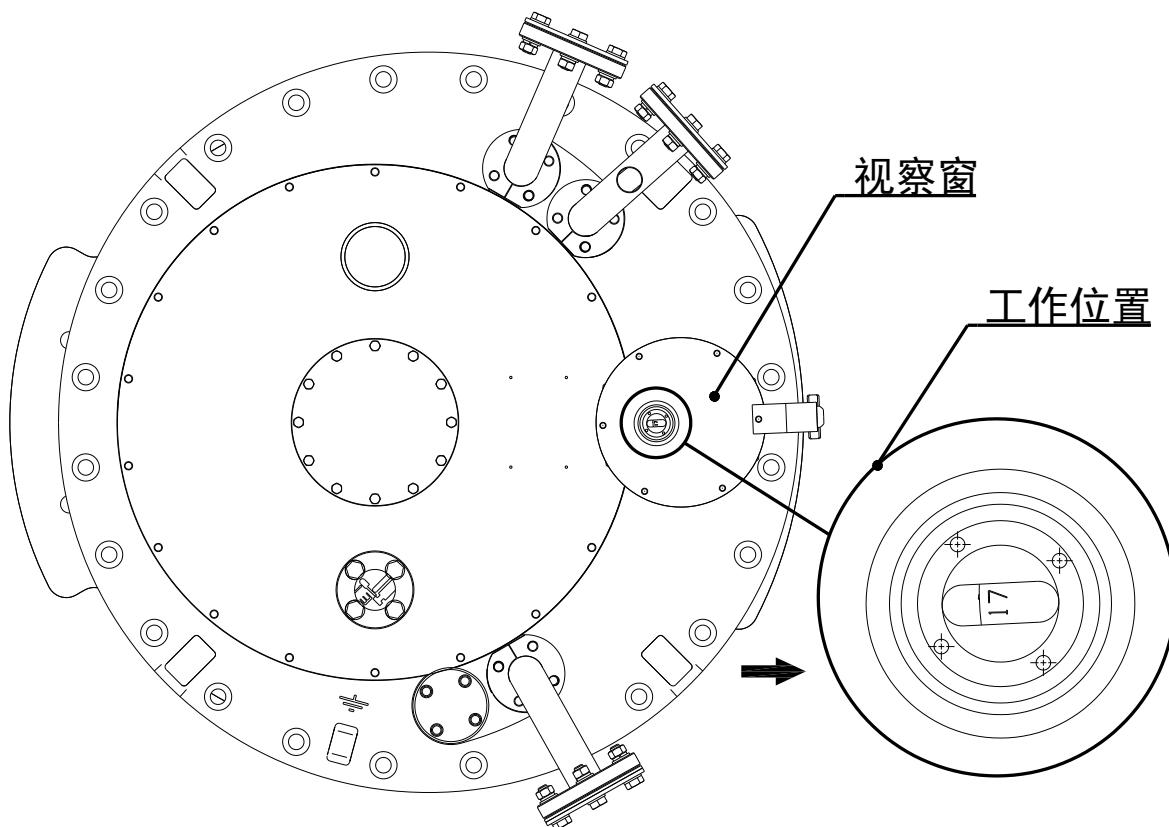

图 6-2 有载分接开关观察窗位置
4. 操作过程中应随时通过开关头上的观察孔来察看到达的各个档位位置（见图 6-2）以免超越分接开关的终端位置。